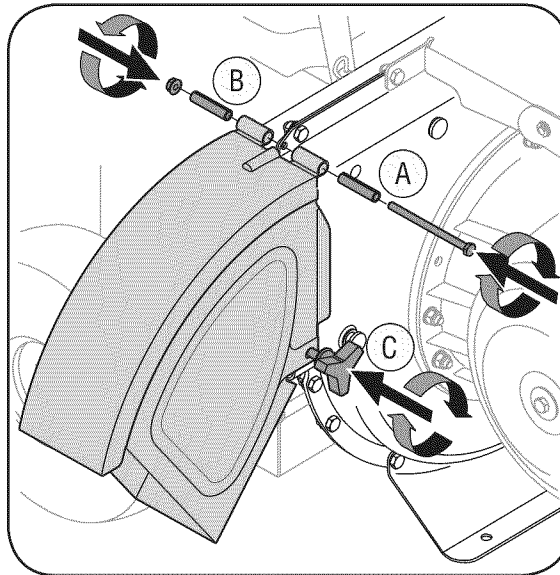

Figura 3-4
4. a. Ponga en línea el canal deflector en su posición en la abertura de descarga e inserte el bulón hexagonal con el separador a través de la bisagra del canal deflector (los separadores van dentro de las bisagras). Vea la Figura 3-4.